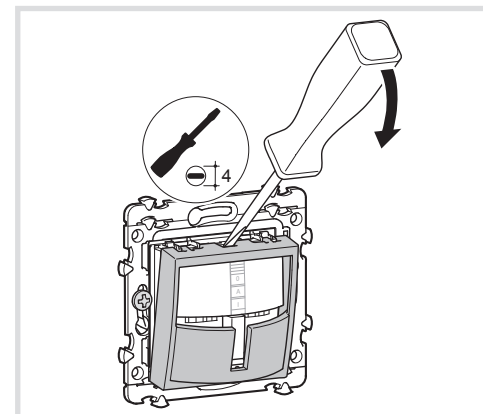

Bild 8: Demontage der Abdeckung
- Abdeckelemente mit einem Schlitzschraubendreher vorsichtig entfernen (Bild 8).